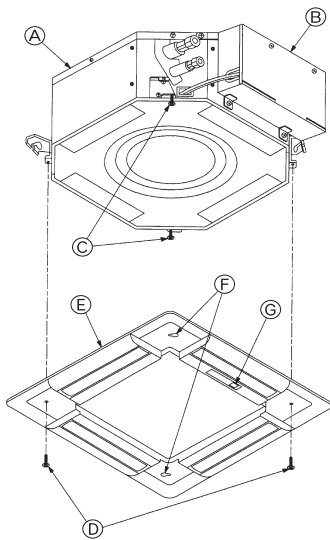

Fig. 8-6
8.3.2. Tijdelijke installatie van het rooster (Fig. 8-6)